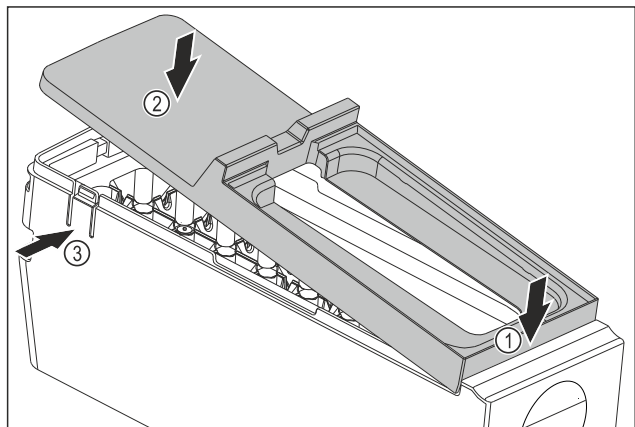

Fig. 139
- ▶ EasyTwist-Ice-rungon kannen asennus: Aseta kansi eteen. Fig. 139 (1)
- ▶ Laske kansi taakse. Fig. 139 (2)
- ▷ Kansi lukittuu kuuluvasti molempiin kielekkeisiin Fig. 139 (3).